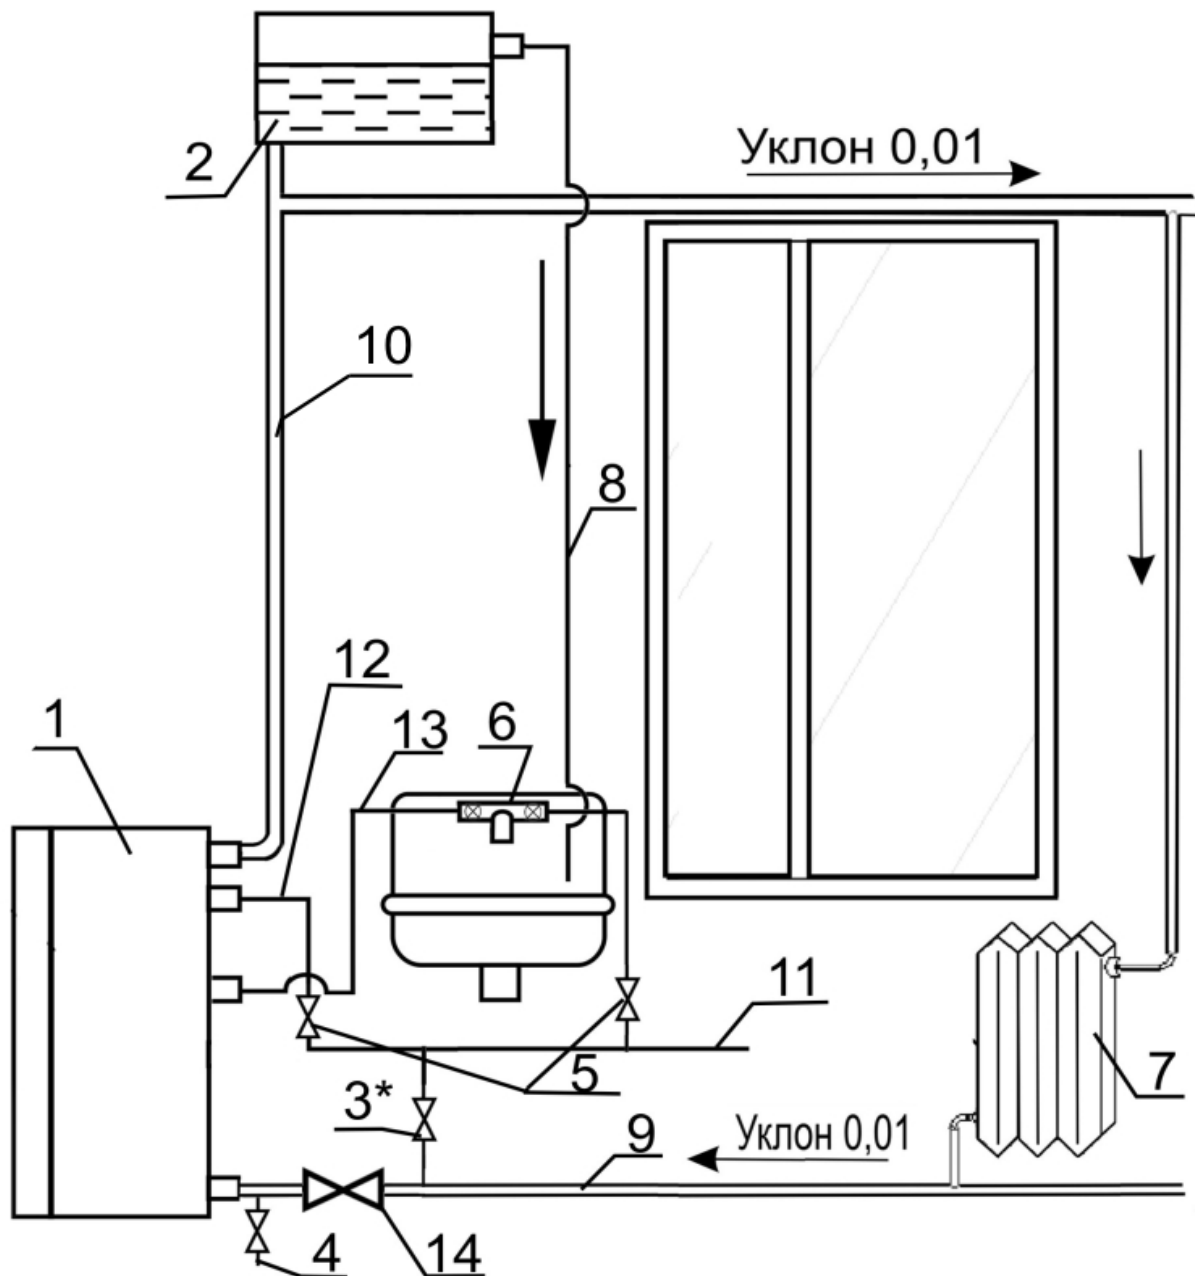

Рисунок 7. Схема подключения аппарата (котла) к системам отопления и горячего водоснабжения.
6.1. Рекомендуется система отопления с верхней разводкой и естественной циркуляцией (рисунок 7) с оптимальным объемом: